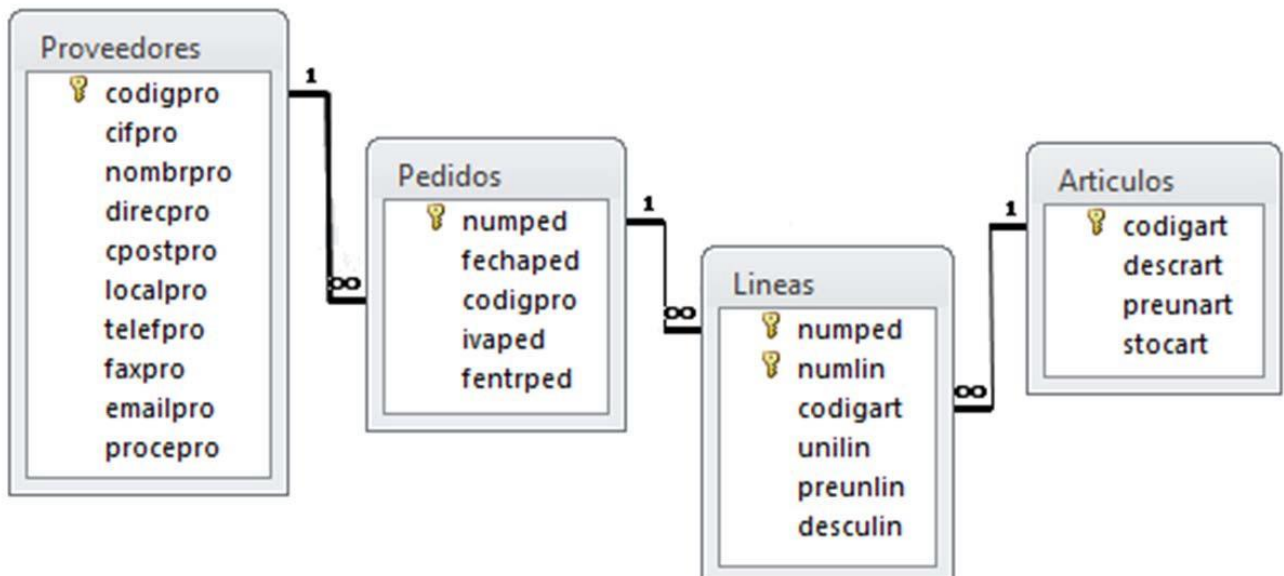

Figura 2. Esquema relacional de la base de datos Compras.
En el ámbito de las Bases de Datos Relacionales, esta asociación de características para materializar las entidades da lugar a tablas; cada fila de una tabla establece una relación entre un conjunto de valores y reflejan características propias de la entidad que representan. En el presente caso, el esquema de relaciones que se va a implantar es el que se ofrece en la Figura 2. En él aparecen los nombres de las cuatro tablas: *Proveedores*, *Articulos*, *Pedidos* y *Lineas* y los nombres que se han dado a sus campos¹.
Aparece una ventana donde se tendrá la opción de seleccionar el directorio donde se quiere ubicar el archivo que contendrá la base de datos y el nombre que se le desea dar, en este caso "Compras" (Figura 2). Una vez seleccionados los valores se presionará el botón "Crear".
-Figura 2-